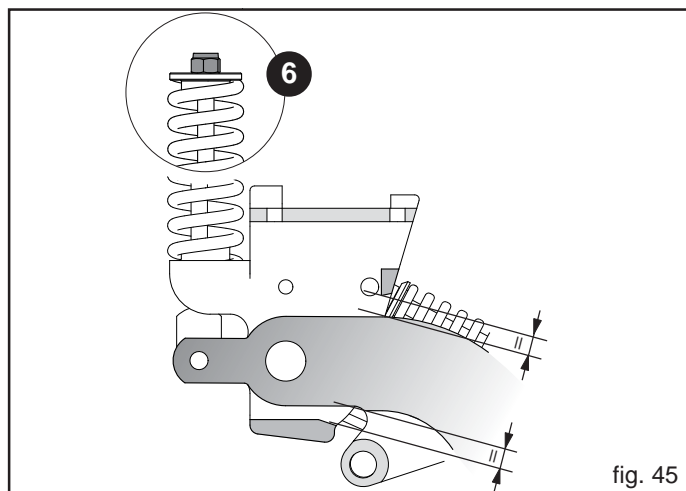

fig. 45
- 3) Vérifier que l'élément semeur se trouve à mi-course (Fig. 45).
- 4) Si besoin est régler tous les ressort de sécurité avec l'écrou (6, Fig. 45) jusqu'à obtenir la position comme décrit au point 3).